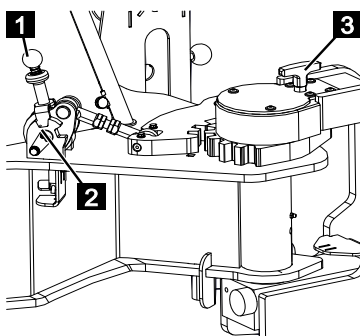

Fig. 128
8. Si l'appui est placé en position de transport, s'assurer que le levier de verrouillage (Fig.128/1) est complètement orienté vers le haut et qu'il est verrouillé dans la position supérieure (Fig.128/2).
9. S'assurer que la goupille de blocage (Fig.128/3) est complètement rentrée.